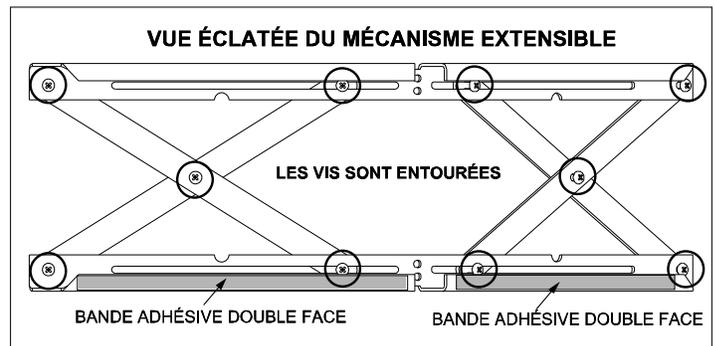

Figure 24.1
**Pièces incluses dans l'ensemble :** (1) garniture supérieure, (1) garniture frontale, (2) garnitures latérales, bande adhésive double face (déjà installée)
1. Les 10 vis de chaque mécanisme extensible sont fournies desserrées. **Figure 24.1.**